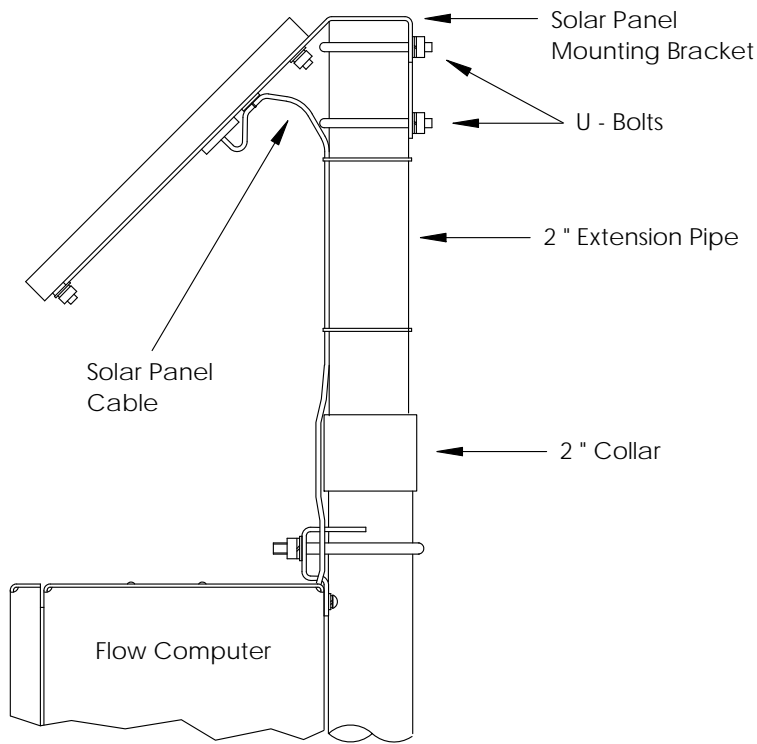

Abbildung 4 (Befestigung des Sonnenkollektors)
1. Die 2 Zoll Muffe oben am XFC- bzw. XRC-Befestigungsrohr anbringen. Muffe festziehen. (Siehe Abbildung 4)